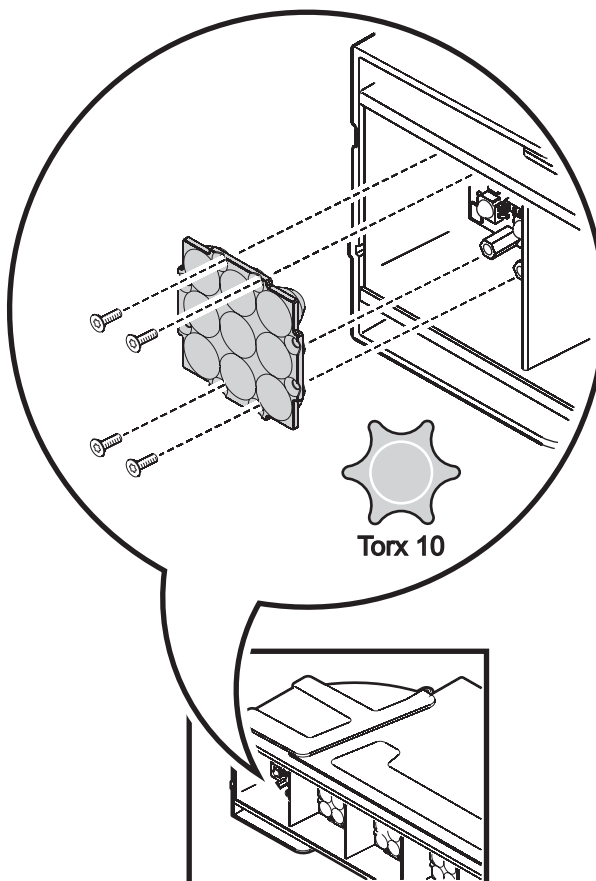

Figure 5: Démontage des lentilles
2. Voir Figure 5. Retirez les 4 vis de fixation de la feuille et dégagez-la de ses colonnettes. Réservez les vis et les lentilles pour un usage futur.